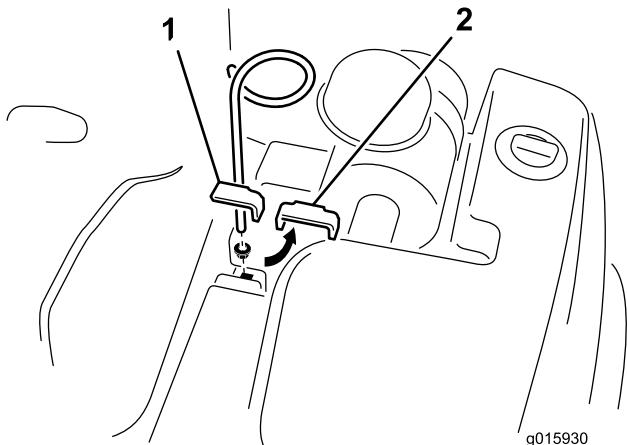

Figura 6
1. Retire el perno, la arandela y la tuerca que sujetan la abrazadera superior del depósito hidráulico al bastidor (Figura 6). Retire y deseche la abrazadera, el perno, la arandela y la tuerca.
2. Instale la guía de las mangas con la tuerca con arandela prensada suministrada. Posicione la guía de las mangas según se muestra en Figura 6.